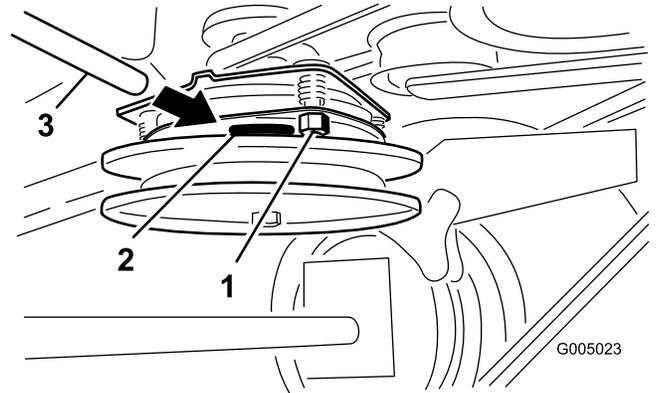

Figure 40
2. Serrez les contre-écrous jusqu'à ce que la jauge d'épaisseur fléchisse légèrement mais puisse bouger facilement dans l'entrefer (Figure 40).